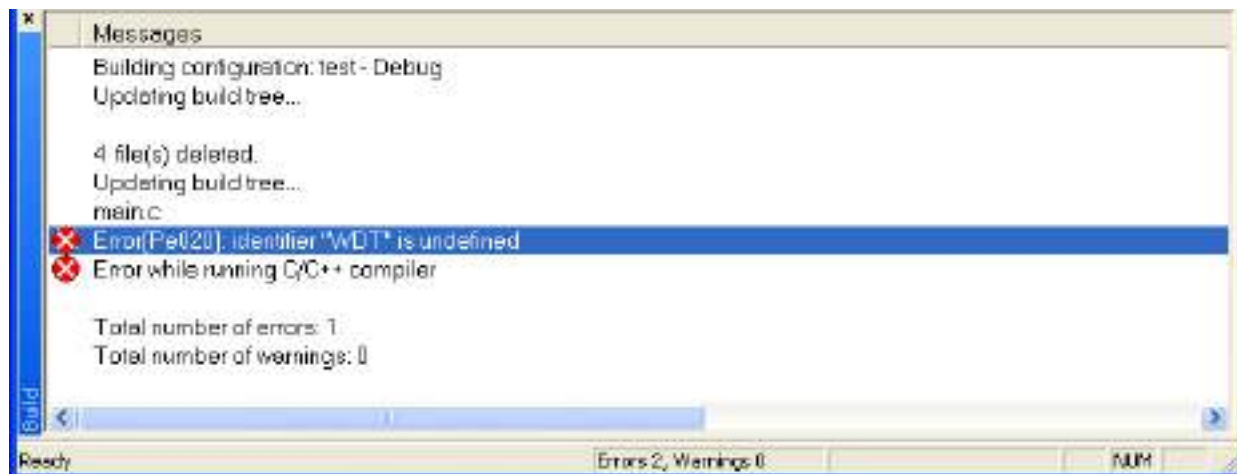

Рисунок 2.11 – Окно отображения информации о результатах компиляции проекта
- выявленные в результате компиляции сообщения об ошибках отображаются в окне **Build**. При активизации сообщения об ошибке компилятор выводит подробные сведения о локализации и возможных причинах ошибки (рисунок 2.11).